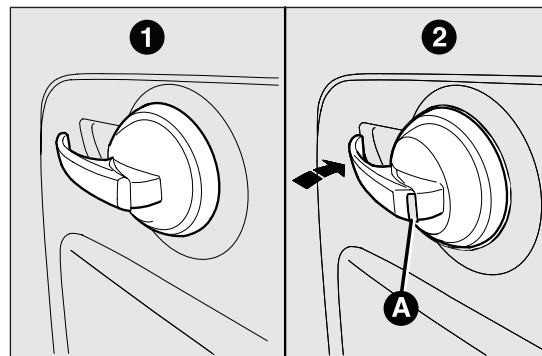

fig. 49
autorisée qu'en cas de déverrouillage de l'intérieur en mettant la poignée en position 1 fig. 49
**Verrouillage de l'extérieur :** lorsque la porte côté conducteur est complètement fermée, tourner la clé sur la position 2 fig. 49.
Le verrouillage de la porte côté passager n'est possible que de l'intérieur, en mettant la poignée sur 2 fig. 49.
**Verrouillage/déverrouillage de l'intérieur :** actionner les poignées situées sur les panneaux des portes fig. 49.
**ATTENTION** La porte verrouillée est signalée par le symbole rouge A fig. 49 situé sur la poignée intérieure de la porte.